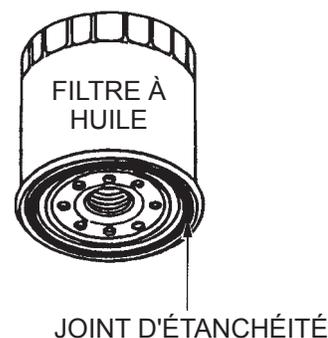

Figure 29. Filtre à huile
1. À l'aide d'une clé à filtre, tourner la cartouche du filtre (Figure 29) vers la gauche pour la retirer. Si la cartouche du filtre est remplie d'une grande quantité d'huile, attendre environ 10 minutes avant de la retirer. S'assurer qu'il n'y a pas de pièces de joint collées au porte-filtre.